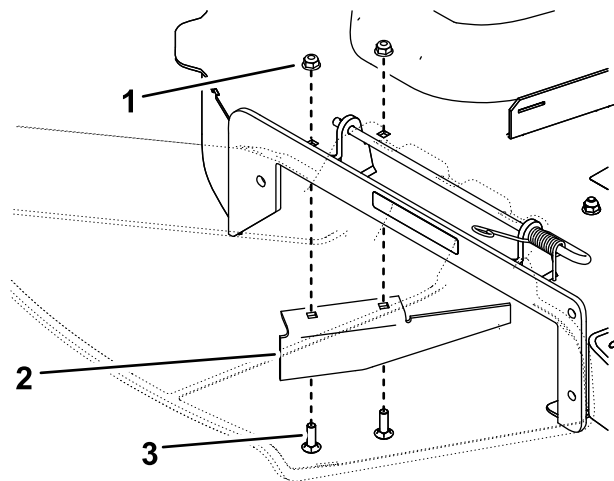

図 1
2. カットオフバッフルをデッキに固定しているボルト2本とナット2個を外してカットオフバッフルを外す 図 1。
3. 外したボルトナットは元の穴に取り付けておく 図 1。